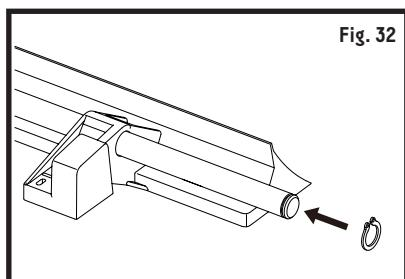

Fig. 32
**IMPORTANT :** Réinstallez la tige de pivotement de sorte que les méplats de la clé soient positionnés vers le côté droit de l'appareil (fig. 32).